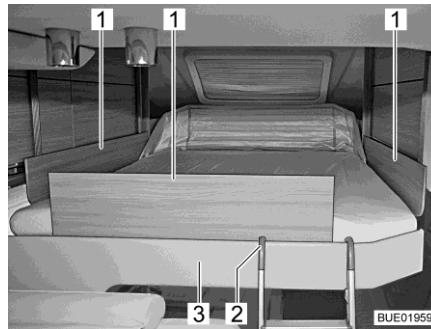

Bild 135 Hubbett mit Sicherungsplatten
- Sicherungsplatten (Bild 135,1) zwischen Matratze und Bettumrandung (Bild 135,3) stecken.
- Einhängen:** ■ Beide Bügel der Aufstiegsleiter (Bild 135,2) in die Bettumrandung (Bild 135,3) einhängen.
- Verstauen:** ■ Aufstiegsleiter (Bild 135,2) aus der Bettumrandung (Bild 135,3) aushängen.
Wenn sich das Hubbett mit den Pfeiltasten (Bild 135, 2 und 8) nicht mehr bewegen lässt, zuerst die Sicherung Reserve 3 am Elektroblock prüfen (siehe Abschnitt 9.11.1). Wenn die Sicherung in Ordnung ist und sich das Hubbett trotzdem nicht bewegen lässt, kann das Hubbett manuell bedient werden.